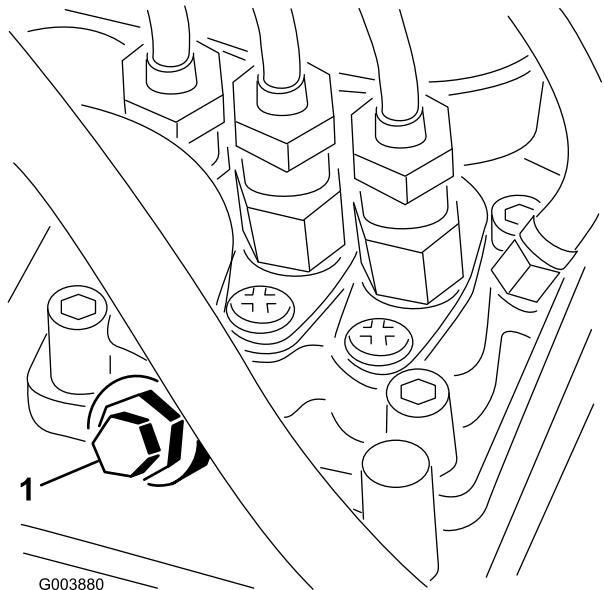

Figura 21
3. Aprite la vite di spurgo dell'aria situata sulla pompa d'inniezione (Figura 21).